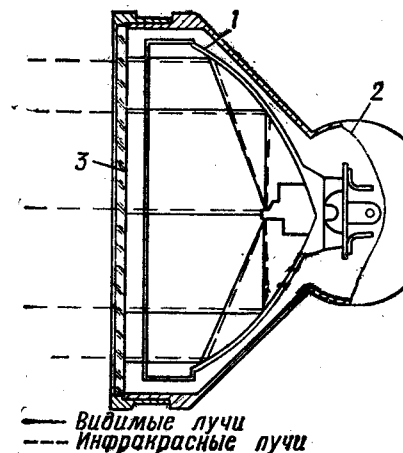

Рис. 4. Инфракрасный прожектор
6. Инфракрасный прожектор (рис. 4) является источником инфракрасных лучей и предназначен для облучения местности (цели) инфракрасными лучами. Он состоит из лампы-фары, фильтра и корпуса.